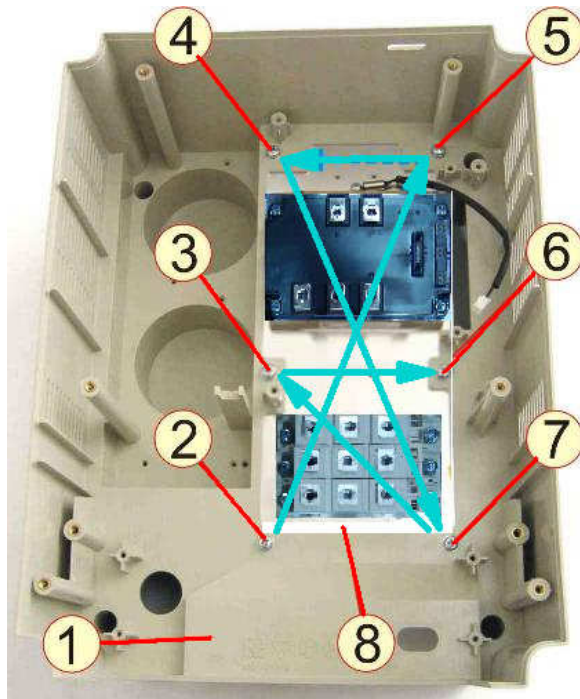

Рис.7.28
7.16.2. Взять корпус, установить его сверху на радиатор (рис.7.28).
7.16.3. Вкрутить, не затягивая, шесть винтов 2 – 7 (рис.7.28). Затянуть винты в последовательности 2-5-4-7-3-6.